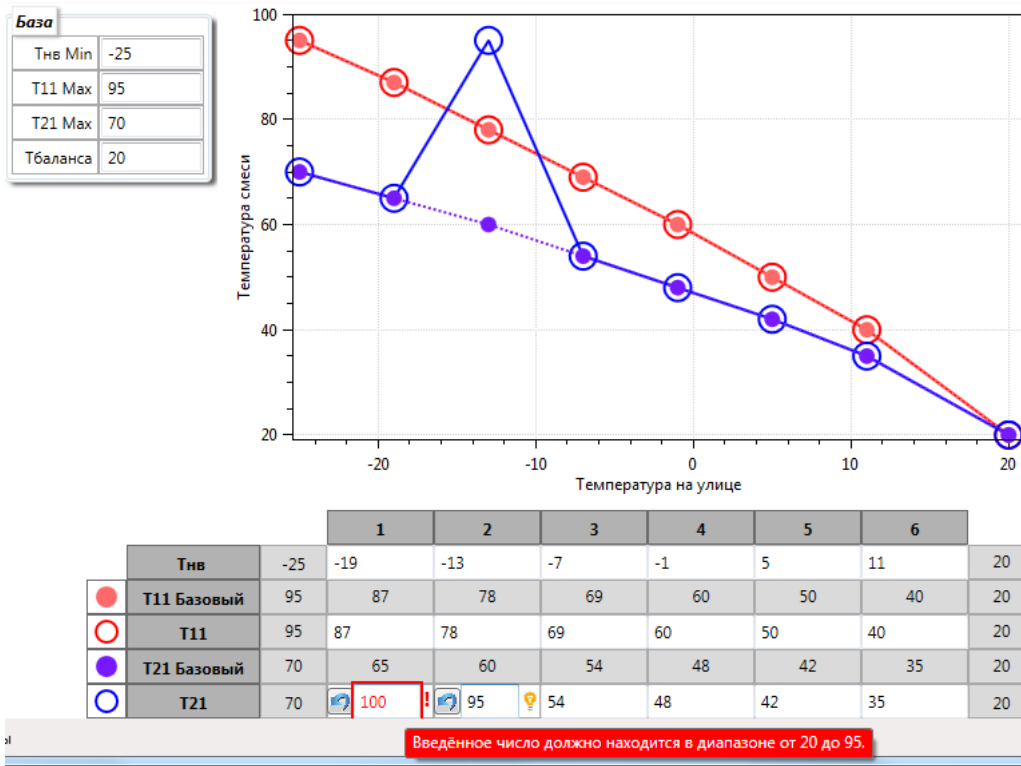
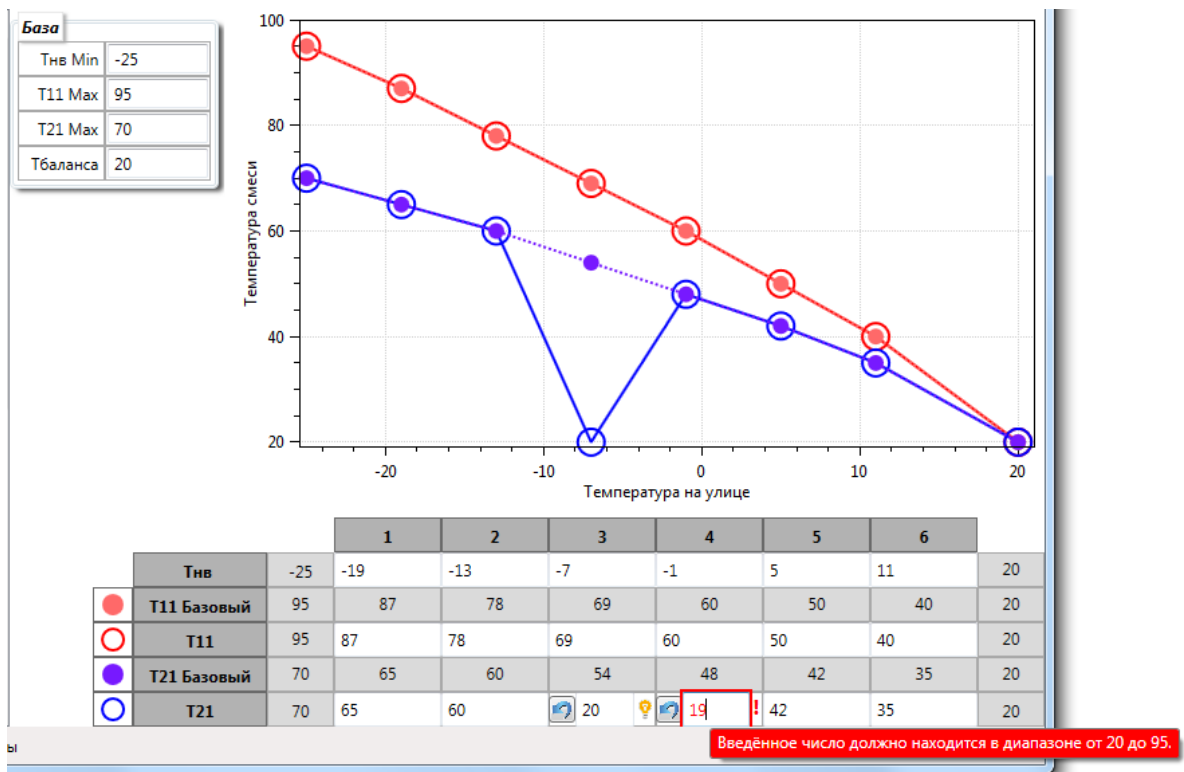

Рисунок 48– контроль верхней границы для T21
Рисунок 49 – контроль нижней границы для T21
- $T11Max \leq T21 \leq Tбаланса$ (Рисунок 48 и Рисунок 49).